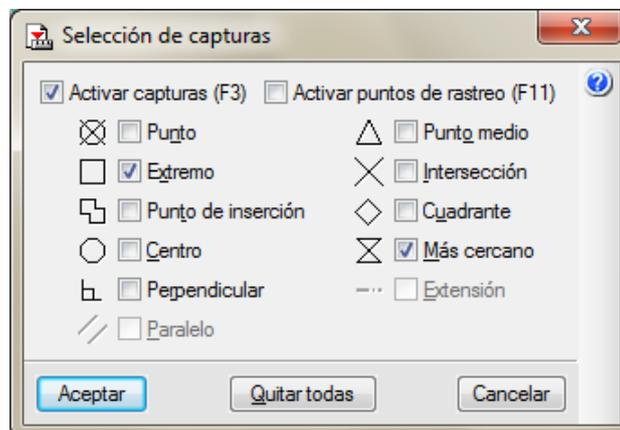

Fig. 4.87
11. Para realizar una medición sobre una línea curva hay que ir capturando pequeños segmentos sobre la línea curva. Para ayudarse en esta operación puede combinar o alternar con una selección de captura de tipo **Extremo** y **Más cercano** Fig. 4.87.